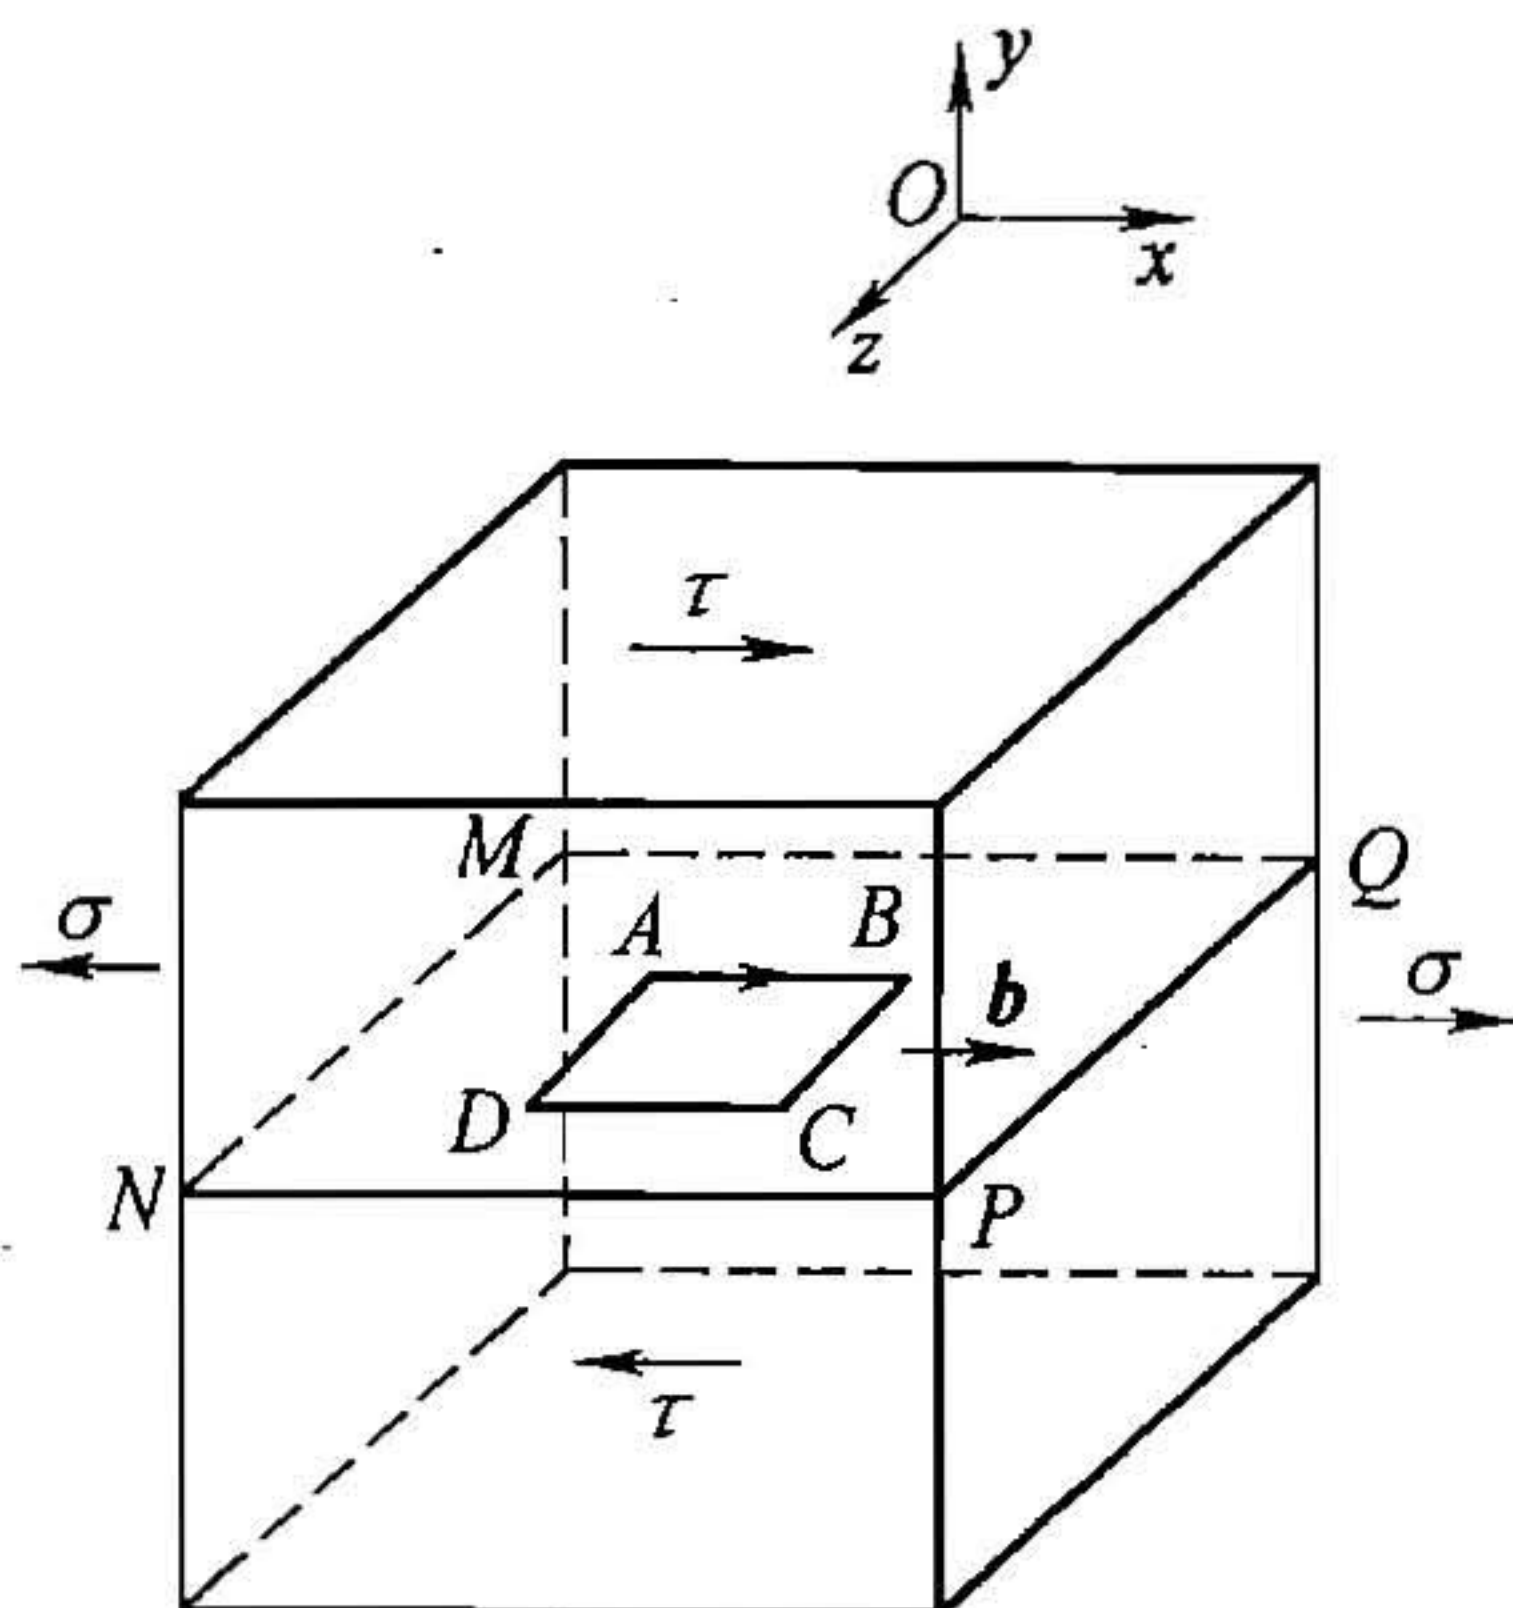

图 26-3 第三题第 2 小题图
2. 已知位错环 ABCD 的柏氏矢量为  $b$ , 外应力为  $\tau$  和  $\sigma$ , 如图 26-3 所示。